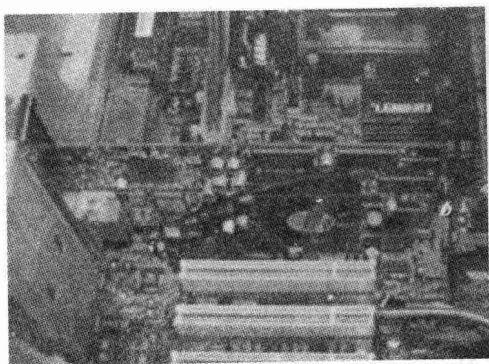

图 2-21
2. 均匀用力将显卡垂直插入 AGP 插槽, 以保证显卡金手指与插槽接触良好, 同时要让显卡接口端对准机箱挡片口, 不要让显卡挡板下端顶在主板上, 否则无法插到位。如图 2-21 所示。